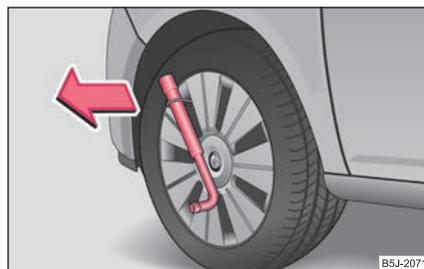

Fig. 190 Desmontar el tapacubos integral ▶
- Introducir la llave de rueda a través del estribo, apoyar la llave de rueda en el neumático y retirar el tapacubos ⇒ página 216, fig. 190.